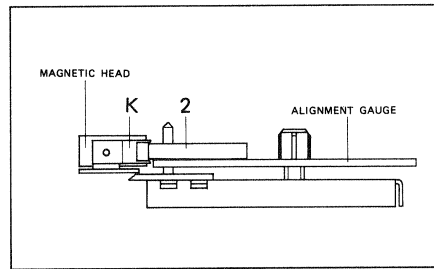

Fig. 3.8
- Die Höhe der Magnettonköpfe ist mit Schraube [J] so einzustellen, dass bei eingelegerter Lehre Schieber [2], ohne seitlich zu streifen durch die Bandführung [K] (rechts des Wiedergabekopfes) geschoben werden kann (Fig. 3.8).
- Die Kopfbühne ist mit Schraube [J] (Fig. 3.8) so einzustellen, dass der Wiedergabekopf auf Spalthöhe rechtwinklig zu der Kopfträgerlehre steht. (Dies kann mit Schieber [2] kontrolliert werden. Wenn die angefräste Seite gegen den Wieder-
- With the gauge inserted, the azimuth of the soundheads is to be adjusted with screw [J] in such a manner that slide [2] can be pushed through the tape guide [K] (to the right of the reproduce head) without touching the sides (Fig. 3.8).
- Ajustez la hauteur des têtes magnétiques de façon à ce que le curseur [2] du gabarit puisse passer à travers le guide de bande [K] (à droite de la tête de lecture) sans frotter sur le côté (fig. 3.8).